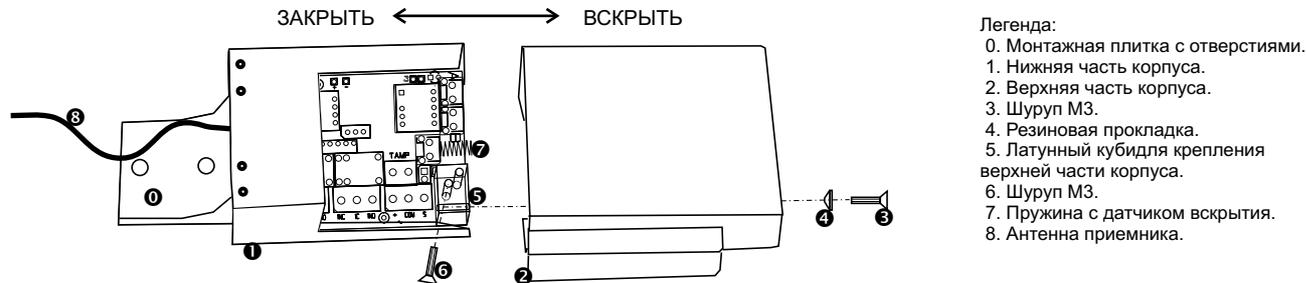

Рис. 3. Вид приемника ZSP-4 Light в корпусе.
- Открыть корпус приемника ZSP-4Light (рис.3) - открутить шуруп М3 (рис. 3 элемент 3) и выдвинуть верхнюю часть корпуса.
- Внутри имеется непосредственный доступ до кнопок приемника, зажимов питания и каналов 1 и 2, также к выходу S и выхода датчика TAMP. Чтобы дойти до зажимов каналов 3 и 4 надо полностью вынуть электронный модуль из корпуса, предварительно открутив шуруп М3, который блокирует возможность демонтажа модуля (рис.3 элемент 6).
- Уместить нижнюю часть корпуса в требуемом месте при помощи прилегающего к нему захвата с двумя отверстиями (рис.3 элемент 0). Для крепления использовать болты с максимальным диаметром 5 мм.
- Надвинуть верхнюю часть корпуса и вкрутить шуруп в верхнее отверстие (рис.3 элемент 3). шуруп с нарезной стороны имеет прокладку, которая в соединении с корпусом дает гарантию защиты от воды. Монтаж закончен.